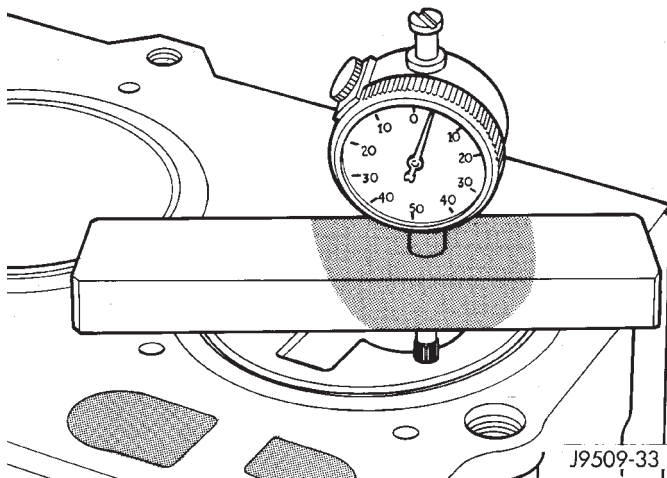

Fig. 45 Medição da Protusão do Pistão
(1) Use a ferramenta especial VM.1010 com a ferramenta especial VM.1013 do indicador de quadrante (Fig. 45).
(2) Conduza o pistão do cilindro número 1 exatamente até o ponto morto superior.